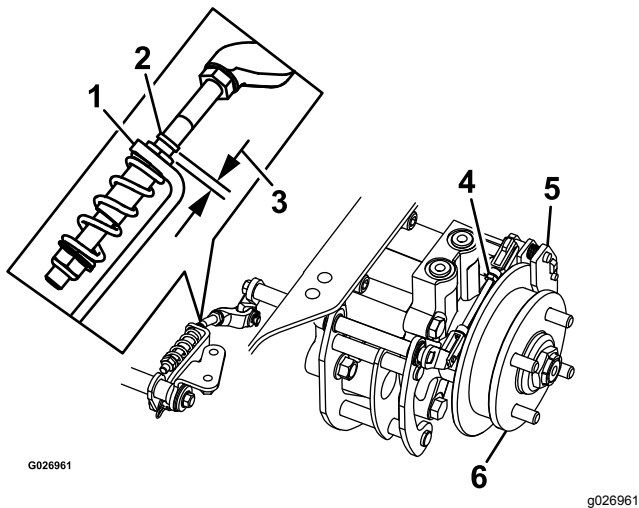

Figure 74
5. Reposez les carénages de refroidissement et le boîtier du ventilateur (Figure 74).
8. Vérifiez si un espace est visible entre le support en L et la butée de tringlerie (Figure 74).